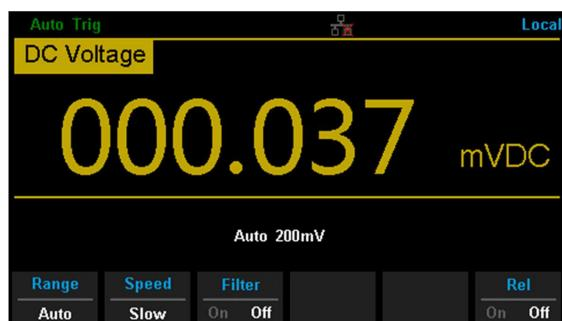

図 2-4 直流電圧測定画面
- 前面パネルの **DCV** を押して DC 電圧測定画面に入ります (図 2-4 参照)。